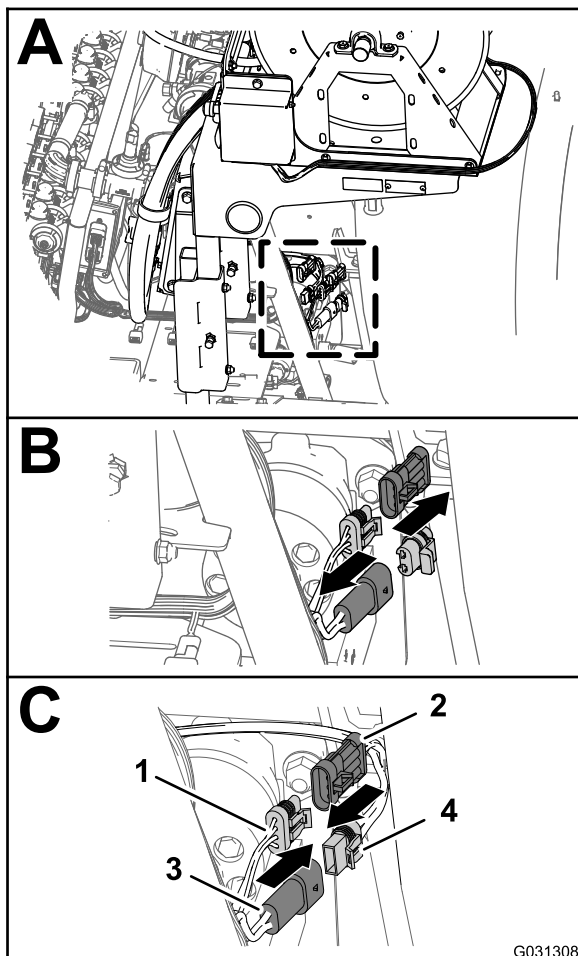

Рисунок 179
1. В задней части машины найдите жгут проводов для комплекта электрического шлангового барабана в задней части бака опрыскивателя (вид А на Рисунок 179).
- Удалите заглушку 2-штыревого разъема главного заднего жгута проводов для питания шлангового барабана (вид В на Рисунок 179).
- Подсоедините 2-гнездовой разъем жгута проводов электрического шлангового барабана к 2-штыревому разъему главного заднего жгута проводов (вид С на Рисунок 179).
- Снимите крышку с 3-гнездового разъема главного заднего жгута проводов для промежуточного соединения жгута проводов опрыскивателя (вид В на Рисунок 179).
- Подсоедините 3-штыревой разъем жгута проводов электрического шлангового барабана к 3-гнездовому разъему главного заднего жгута проводов (вид С на Рисунок 179).